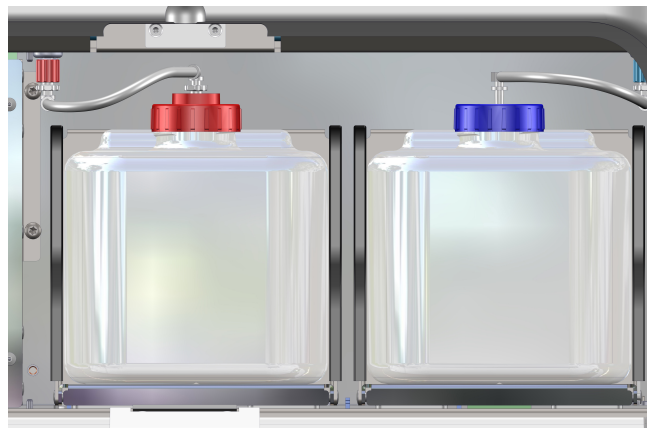

Figura 55
2. Localize o recipiente iWASTE PRO no tabuleiro de frascos esquerdo (Figura 55).